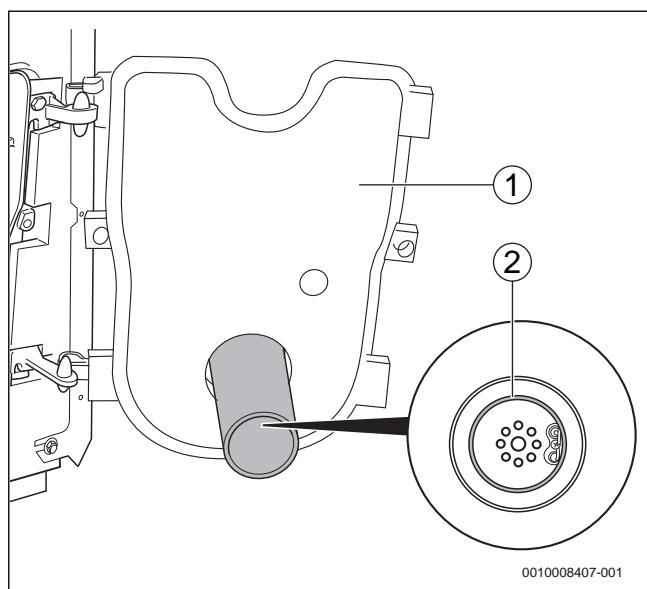

Рис. 42 Проверка правильной установки уплотнения
- При открытой дверце горелки (→рис. 42, [1]) проверьте правильную установку уплотнения (→рис. 42, [2]).
- Закройте дверцу горелки (→рис. 42, [1]) и затяните крепёжные винты дверцы (момент затяжки около 10 Нм).